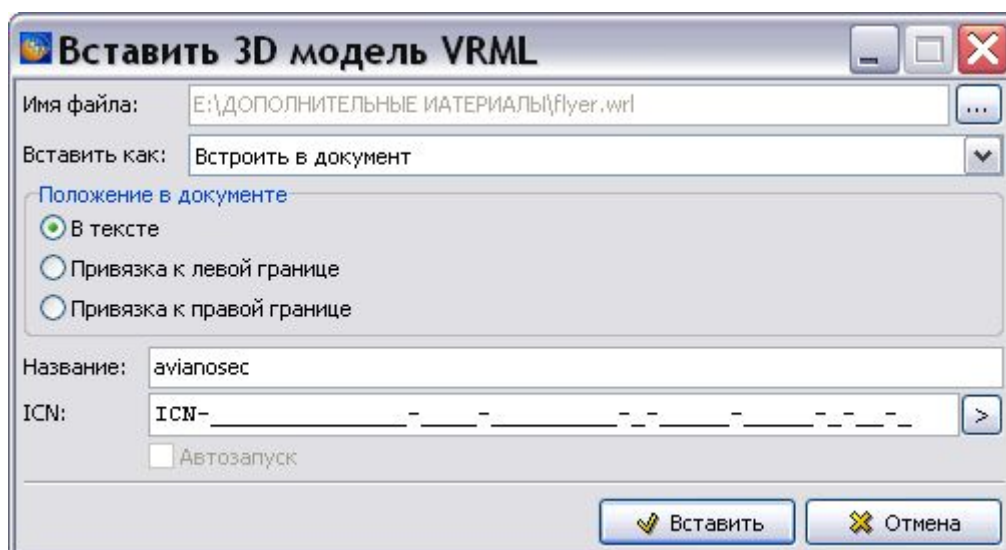

Рис. 3.190
5. Выберите нужный файл и нажмите на кнопку **Открыть**. После этого появится окно **Вставить 3D модель VRML** (Рис. 3.190).